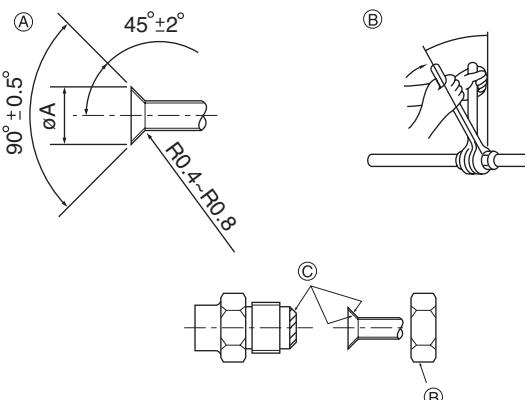

Fig. 3-2
- ① Auslauffrohr
- ② Decke
- ③ Gitter
- ④ Kältemittelrohr (flüssig)
- ⑤ Kältemittelrohr (gasförmig)
- ⑥ Einlaß für Wasserzufuhr
- ⑦ Hauptanlage
3.2. Rohranschlüsse (Fig. 3-2)
⑧ Abmessungen der Aufweitungsschnitte